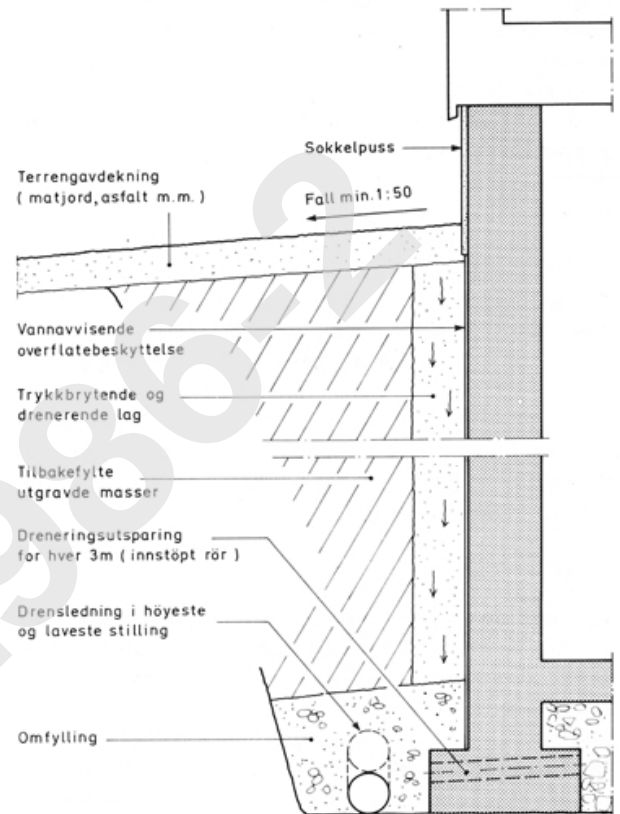

Fig. 01
- 01 Dette bladet gir generelle anvisninger for utvendig fuktbeskyttelse av yttervegger mot terreng, se fig. 01. Bladet behandler vannavvisende overflatebehandling og trykkbrytende, drenerende lag under terreng. Drenering med omfylling er behandlet i byggdetaljblad A 514.221.